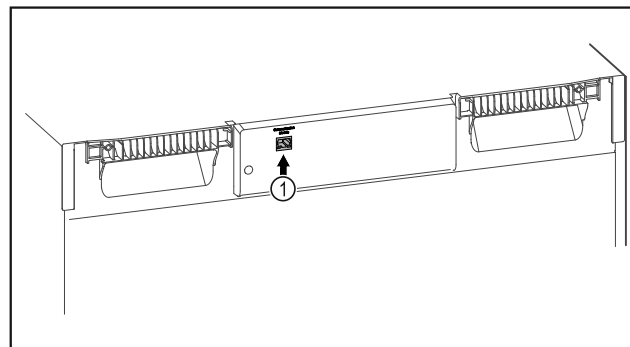

Fig. 93
- ❑ A SmartModule *Fig. 93 (1)* be van helyezve.